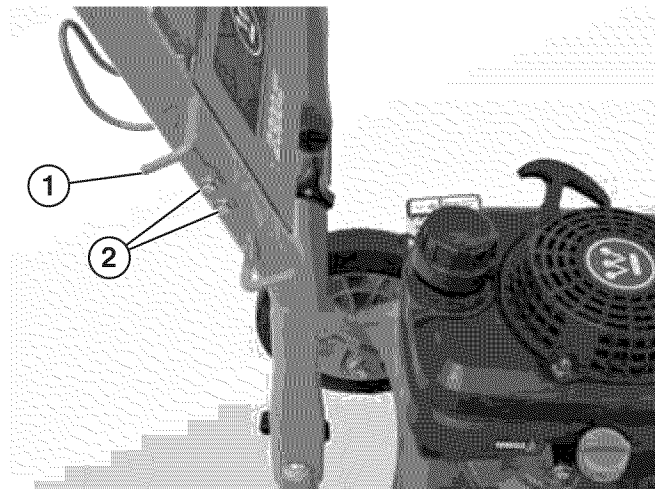

Figura 13 – Instalación del soporte de la pistola atomizadora
11. Coloque el soporte de la pistola atomizadora con los pernos y tuercas M6 (Ver Figura 13).